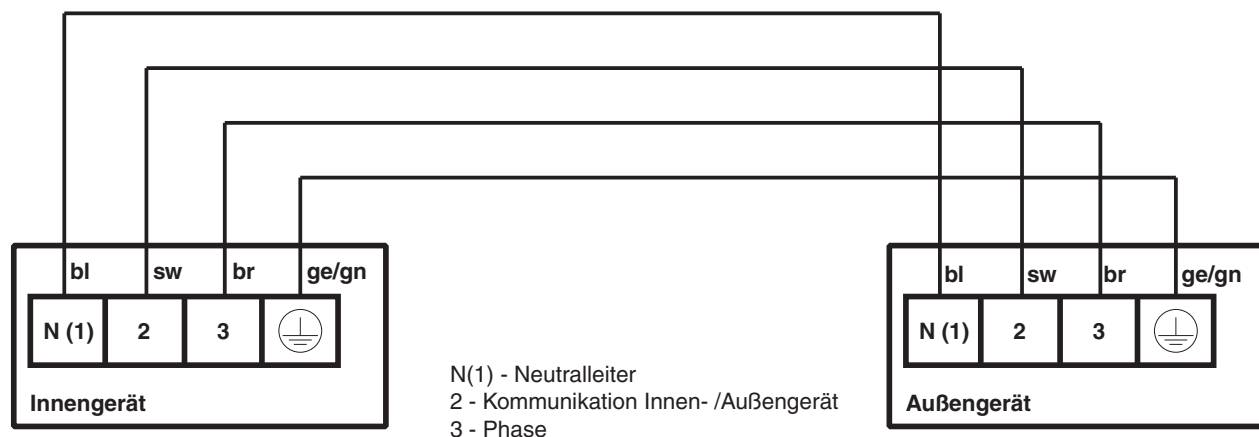
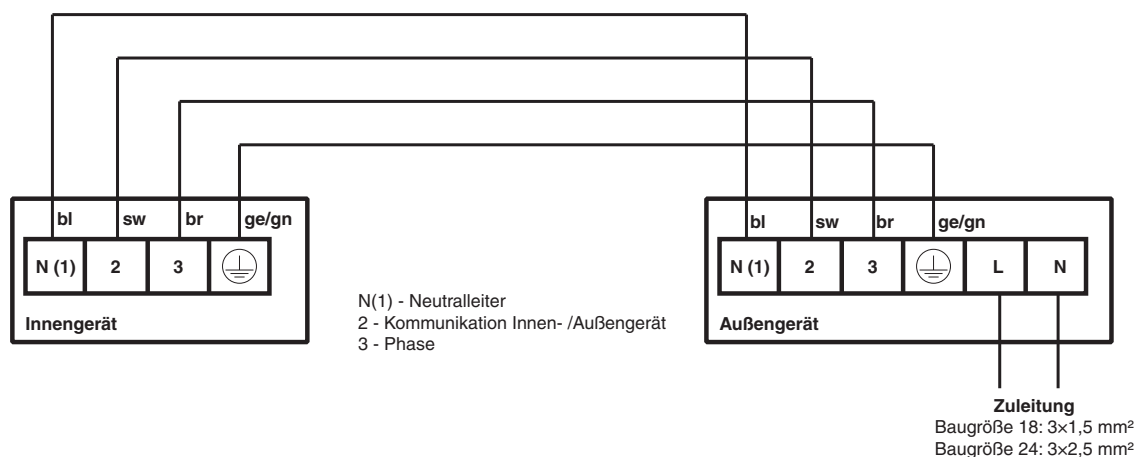

Bild 24: Elektrische Verbindung Innengerät – Außengerät (Baugröße 9 - 12)
Bild 25: Elektrische Verbindung Innengerät – Außengerät (Baugröße 18 - 24)
- An der Klemmleiste entsprechend verdrahten (siehe Bild 24 bzw. Bild 25).